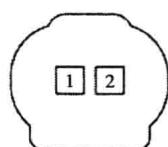

图 1-1-21 发动机冷却液温度传感器 (CTS) 连接器端子图
14. 发动机冷却液温度传感器 (CTS) 连接器端子图（图 1-1-21）及端子功能表（表 1-1-14）